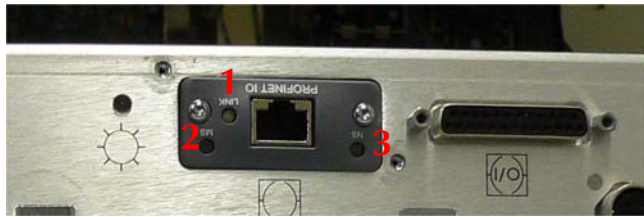

图 B-40 Profinet 和 I/O 接头
5. 卸下（图 B-40）：
- ❑ 两 (2) 颗固定 ProfiNet 接头的十字螺丝。
8. 重新安装（图 B-40）：